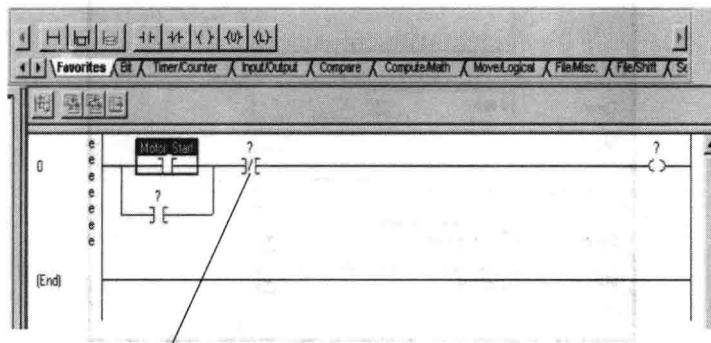

图 1-23 创建断开指令标签
4. 单击“确定”（OK）接受并创建标签。现在梯级将类似图 1-23。